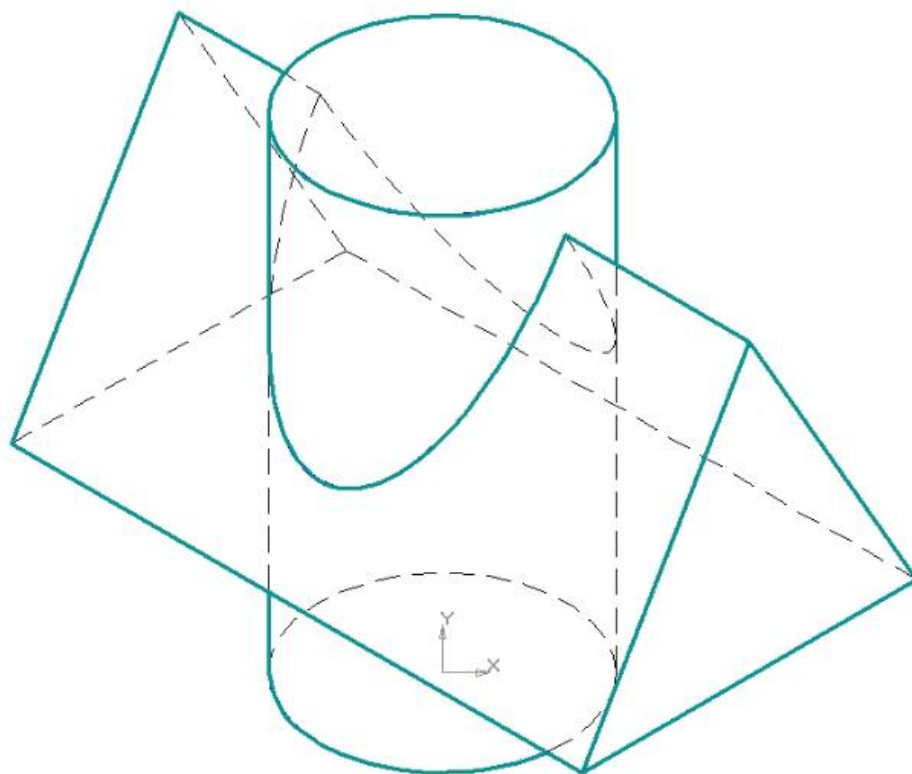

Рис.1
1. Начертить 3 вида по рис. 1, размеры произвольные.
2. Построить 3D модель по рис.1, размеры произвольные.